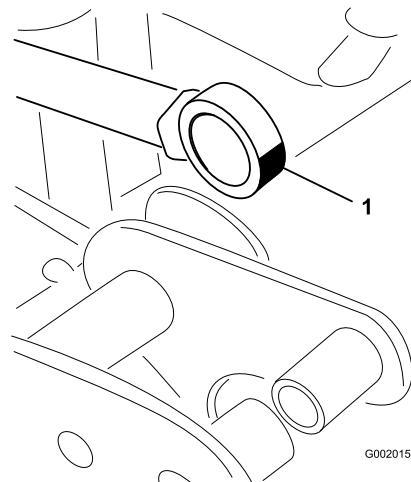

**Bild 66**
2. Nehmen Sie die Splint vom Lastösenbolzen ab (Bild 66).
3. Heben Sie den Abschnitt an und nehmen Sie den Lastösenbolzen ab, senken Sie den Abschnitt dann langsam auf den Boden ab (Bild 66).
7. Stützen Sie den Sprühabschnitt ab und stecken Sie den Lastösenbolzen durch das Auslegerscharnier und die Aktuatorstange (Bild 66).